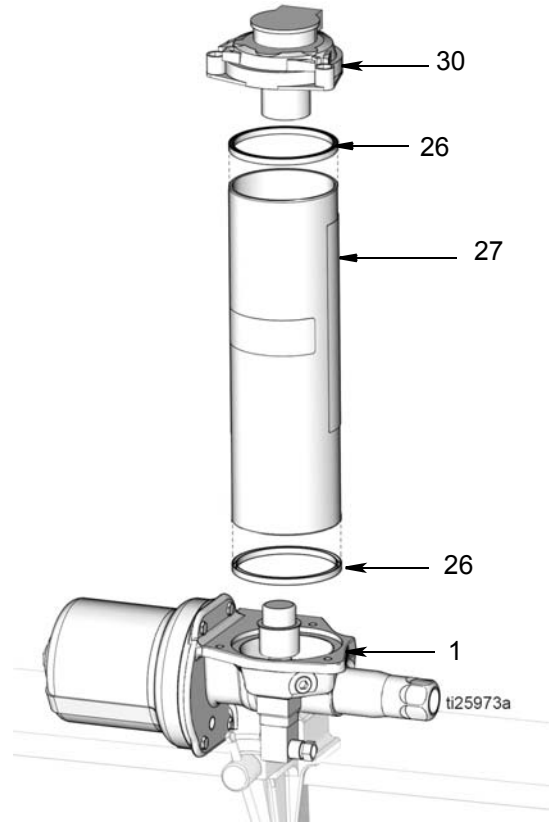

FIG. 15
11. Déposer le réservoir (27) de la base de la pompe (1) (FIG. 15). En cas de remplacement des joints (26) du réservoir, déposer les joints du réservoir. Jeter les joints en observant toutes les réglementations en la matière.